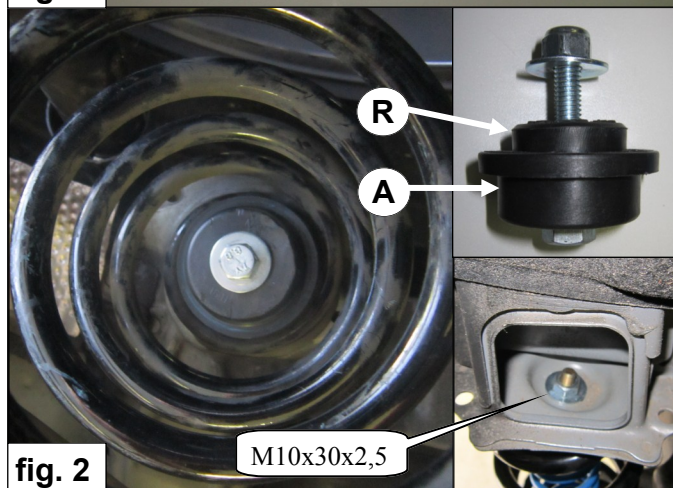

fig. 2
2. Monteer bovenschotel **A** en afstandsbus **R** met bijgeleverd montage materiaal. Dikste carrosseriering komt aan de binnenzijde van de balk. Zorg dat schotel **A** goed gecentreerd zit. Draai de bout stevig aan. Zie fig. 2.
2. Install spring plate **A** and spacer **R** with the included mounting material. The thickest body ring comes on the inside of the chassis beam. Ensure that spring plate **A** is properly centered. Tighten the bolt firmly. See Figure 2.
2. Installieren Sie Federteller **A** und Distanzstück **R** mit dem mitgelieferten Befestigungsmaterial. Die dickere Unterlegscheibe kommt an die Rahmeninnenseite. Stellen Sie sicher das Federteller **A** gut zentriert. Ziehen Sie die Schraube fest. Siehe Abbildung 2.
2. Installez le coupelle de ressort supérieur **A** en espacer **R** avec le matériel de montage inclus. La baque de corps plus épais est à l'intérieur de la poutre du châssis. Assurez une bonne centrage de la coupelle de ressort **A**. Tourner le boulon de sécurité. Voir la figure 2.